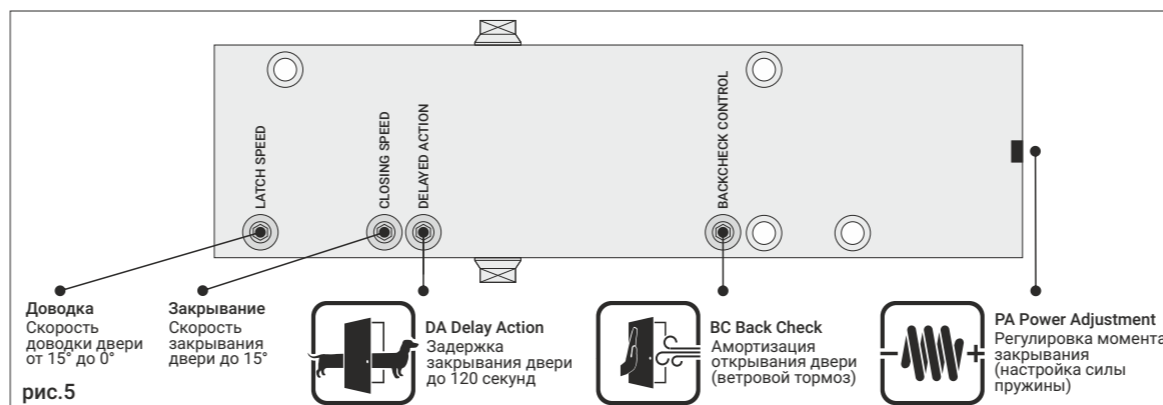
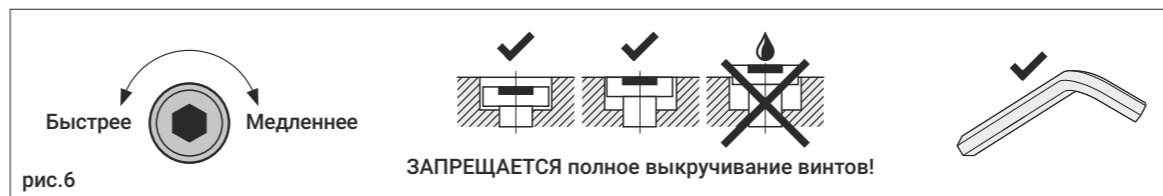

рис.5
рис.6
4. Расположение винтов регулировки дверного доводчика приведено на рис. 5. Не допускайте выкручивания винтов (см. рис. 6), это может привести к потере работоспособности вследствие неправильной эксплуатации. Не используйте аккумуляторные или электрические инструменты, это может повредить винты регулировки.
5. Отрегулируйте скорости «закрывания» и «доводки», не открывая дверь более, чем на 70°. Поворот винта по часовой стрелке замедляет скорость, против часовой стрелки - увеличивает скорость закрывания, рис. 6.
6. Отрегулируйте опцию DA «задержки закрывания». Поворот винта по часовой стрелке увеличивает время задержки закрывания, против часовой стрелки - уменьшает или отключает данную функцию, рис. 6.
7. Отрегулируйте опцию BC «амортизации открывания». Поворот винта по часовой стрелке увеличивает сопротивление открыванию, против часовой стрелки - уменьшает или отключает данную функцию, рис. 6.
5. НЕ ДОПУСКАЕТСЯ полное выкручивание винтов «закрывания», «доводки», «задержки закрывания» и «амортизации открывания»! Полное выкручивание винтов регулировки приводит к разгерметизации доводчика, вытеканию масла и потере работоспособности вследствие неправильной эксплуатации, рис.6.